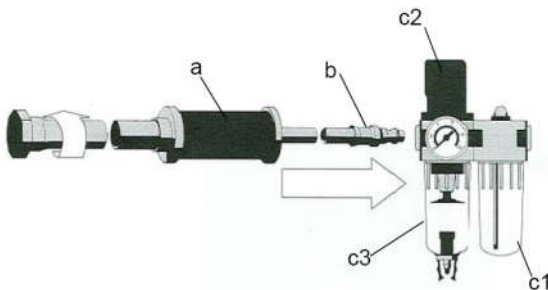

Fig. 1:Regolazione dell'oliatore
- Collegare il raschietto al gruppo di manutenzione (c1 - c3) insieme al tubo flessibile (a) e all'innesto rapido (b) (vedi fig. 1).